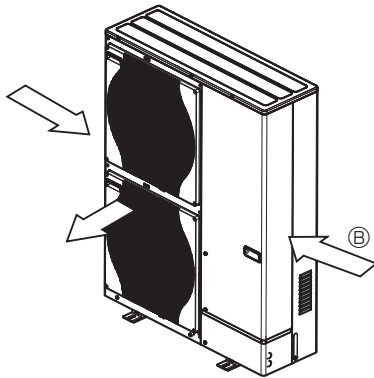

Fig. 2-5
- ③ Pokiaľ je to možné, jednotku umiestnite tak, aby výstup vzduchu fúkal kolmo na smer sezónneho vetra. (Fig. 2-5)